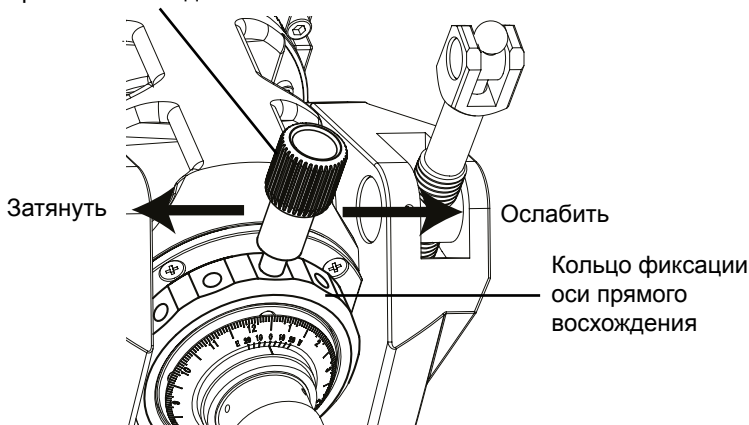

Рис. 2.1a
1. Для вращения телескопа по оси прямого восхождения ослабьте фиксатор оси прямого восхождения (рис. 2.1a).
2. Для регулировки степени фиксации можно изменить положение ручки фиксатора на оси прямого восхождения (рис. 2.1a).